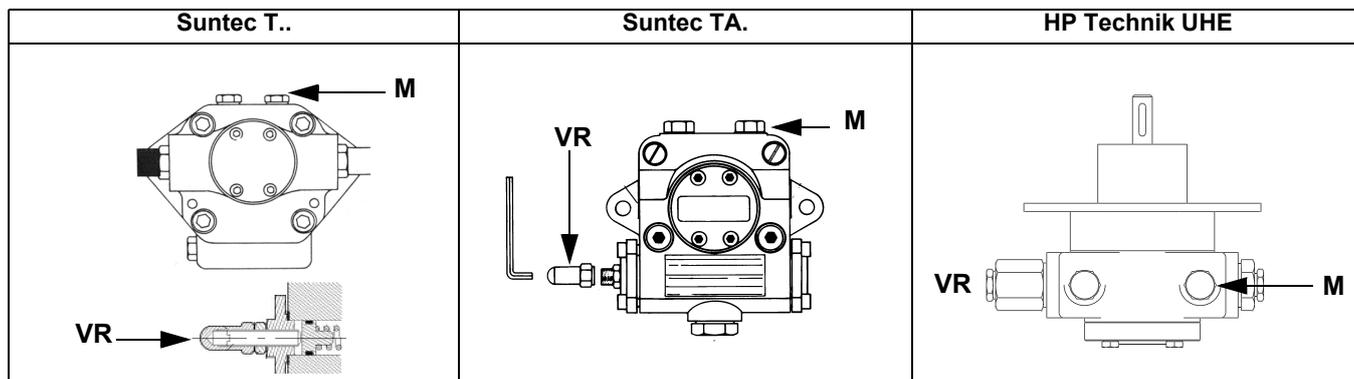

Fig. 16
- 3 purgar el aire de la conexión (**M**) manómetro de la bomba (Fig. 16), aflojando levemente el tapón, sin quitarlo; luego soltar el contactor;
- 5 La presión de alimentación de la boquilla ya es previamente calibrada en fábrica y no debe ser modificada. Sólo si fuera necesario, regular la presión de alimentación (véase apartado correspondiente) de la siguiente manera: colocar un manómetro en la posición indicada en Fig. 17 intervenir en el tornillo de regulación **VR** de la bomba (véase Fig. 16) hasta obtener una presión en la boquilla igual a 20 bar (boquillas Monarch o boquillas Bergonzo – véanse gráficos en pag. 46-34)